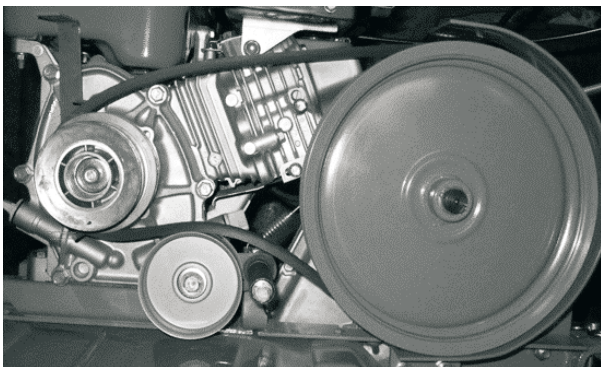

Рис. 29
1. Снимите ремень со шкивов вала двигателя и редуктора (см. рис. 29).